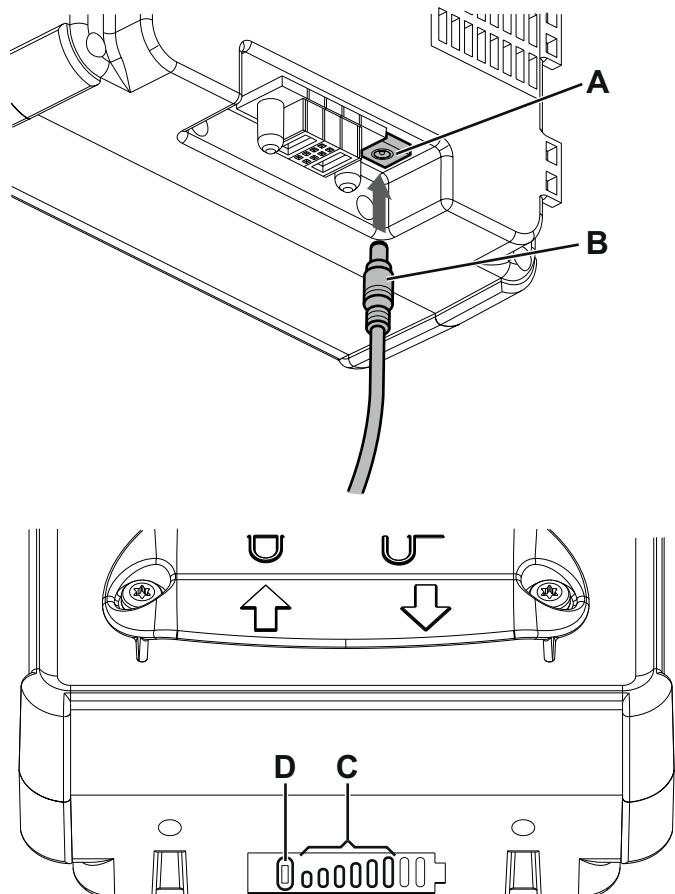

Abbildung 8
Zur Überprüfung des Batterieladezustands die entsprechende Taste (D, Abb. 8) auf der Batterie selbst betätigen oder die Maschine starten.
1. Die Batterie (27) entsprechend der Beschreibung im Abschnitt „Batterie ausbauen“ aus dem Gerät nehmen.
3. Den Stecker des Netzgeräts des Batterieladegeräts an die Dose der Batterie (A, Abb. 8) des Netzteils des Batterieladegeräts (B) und den Stecker des Kabels an das Stromnetz anschließen (Netzspannung und -frequenz müssen den auf dem Geräteschild des Ladegeräts angegebenen Werten entsprechen).
4. Während der Aufladephase bleibt eine der 6 grünen LEDs (C) ununterbrochen leuchtend um den Prozentanteil der erfolgten Aufladung anzuzeigen, während die LEDs (links neben der ununterbrochen leuchtenden LED) sequentiell blinken.
5. Sobald die 6. LED (C) ununterbrochen leuchtet und keine anderen LEDs mehr blinken, ist der Batterieladezyklus abgeschlossen.